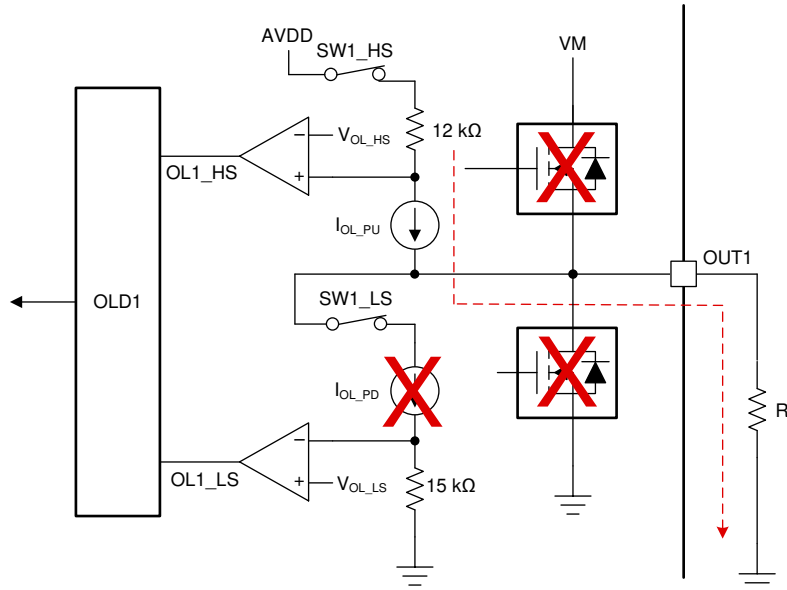
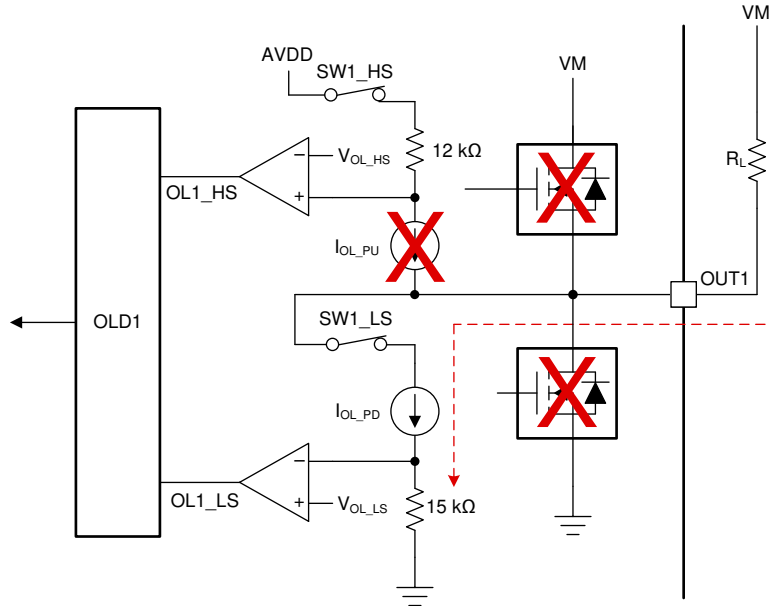

図 8-18. グランド (GND) に接続された負荷の開放負荷検出回路
図 8-20. 電源電圧 (VM) に接続された負荷の開放負荷検出回路
OLD 回路は、電流源 (および電流シンク)、直列シーケンス スイッチ (デジタル コアによってシーケンスされる)、抵抗、コンパレータの 4 つの主要コンポーネントで構成されています。グランド (GND) に接続された負荷の場合、図 8-18 に示すように、電流源 ( $I_{\text{OL\_PU}}$ ) が OUTx ノードを内部レギュレータ電圧 (AVDD) にプルアップし、電流は内部レギュレータ電圧 (AVDD) から接続負荷を介してグランドに流れます。さらに、電源 (VM) に接続された負荷の場合、図 8-20 に示すように、電流シンク ( $I_{\text{OL\_PD}}$ ) が電源電圧 (VM) から接続負荷を経由してグランドに電流をプルダウンします。OUTx 端子に接続された負荷の抵抗は、ソース / シンク電流を変化させ、間接的に 2 つの抵抗 (12k $\Omega$  と 15k $\Omega$ ) 間の電圧降下を変化させます。2 つの抵抗間のこの電圧降下は、内部コンパレータによって基準電圧 ( $V_{\text{OL\_HS}}$  と  $V_{\text{OL\_LS}}$ ) と比較され、OL1\_HS と OL1\_LS として出力されます。このコンパレータ出力は、開放負荷条件を判定するために開放負荷デジタル回路に供給されます。
図 8-18 に、内部 OLD 回路を持つグランドに接続された負荷を示します。ハイサイドの開放負荷シーケンスがアクティブになると (SW1\_HS がオン、SW1\_LS がオフ)、電流源 ( $I_{\text{OL\_PU}}$ ) が OUT1 ノードを内部レギュレータ電圧 (AVDD) にプルアップし、電流は内部レギュレータ電圧 (AVDD) から接続負荷 ( $R_L$ ) を介してグランドに流れます。このとき、負荷の有無によって、以下の 3 つのケースが考えられます。
図 8-20 に、内部 OLD 回路を持つ電源 (VM) に接続された負荷を示します。ローサイドの開放負荷シーケンスがアクティブになると (SW1\_HS がオフ、SW1\_LS がオン)、電流シンク ( $I_{OL\_PD}$ ) が OUT1 ノードを電源電圧 ( $V_{VM}$ ) にプルダウンし、電流は電源 (VM) から接続負荷 ( $R_L$ ) を介してグラウンドに流れます。このとき、負荷の有無によって、以下の 3 つのケースが考えられます。